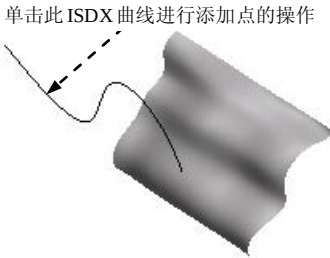

图 8.3.39 单击 ISDX 曲线
- Step3. 单击图 8.3.39 中的 ISDX 曲线。